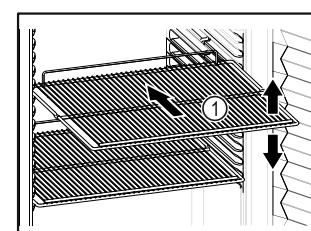

Fig. 47 Ilustratīvs attēlojums
- Ja novietošanas režīgi Fig. 47 (1) ir novirzāmi, pielāgojiet tos pēc augstuma.